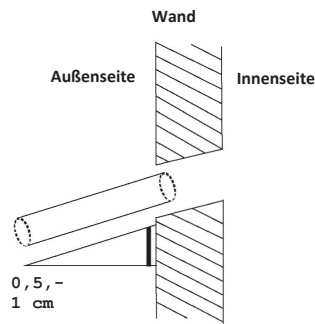

Abb. 10.2.
6. Bohren Sie ein Loch in der Wand mit einem 6 mm Kernbohrer. Machen Sie das Loch in einem leichten Winkel, indem Sie den Bohrer nach unten richten, so dass das äußere Loch etwa 1 cm unten als das innere Loch liegt. Dadurch wird sichergestellt, dass das Wasser ordnungsgemäß abgelassen wird (siehe Abbildung 10.2). Setzen Sie die Schutzhülle in die Öffnung ein. Diese schützt die Kanten des Lochs und hilft, es nach der Montage abzudichten.